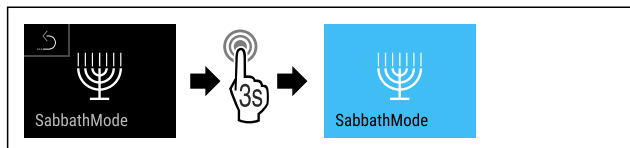

Fig. 12
- ▶ Proved'te kroky postupu (viz Fig. 12).